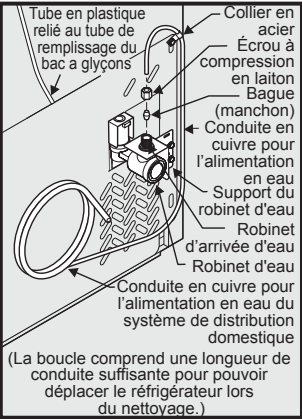
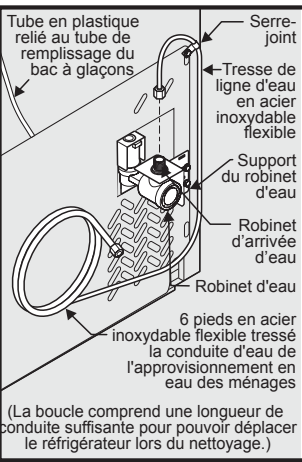

figure 1
figure 2
4. Si vous utilisez du tuyau en cuivre - Faites glisser l’écrou à compression en laiton, puis installez la bague (le raccord) sur la conduite d’alimentation en eau. Poussez la conduite dans le robinet d’arrivée d’eau, aussi loin que pos-sible (6 mm ou ¼ po). Faites glisser la bague (le raccord) dans le robinet et serrez à la main l’écrou à compression sur le robinet. Serrez d’un autre demi-tour à l’aide d’une clé; NE serrez PAS trop. **(Reportez-vous à la figure 1.)** Si on utilise des tubes tressés en acier inoxydable souple - L’écrou et la bague d’extrémité sont déjà assemblés sur le tube. Glisser l’écrou sur l’entrée du robinet et serrer à la main l’écrou sur le robi-net. Serrer d’un autre demi-tour avec une clé; NE PAS serrer trop fort. **(Reportez-vous à la figure 2.)**